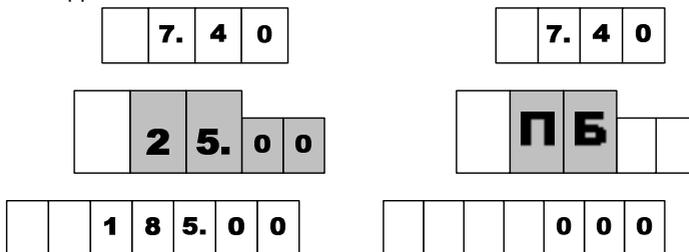

Рисунок 1
9.3 При начале новой заправки, когда колонка готова к отпуску топлива, на указателе разового учета появляется мигающая *заданная* доза, а в случае отпуски до полного бака – символы **"ПБ"** (рис. 1). Это дает клиенту удобный способ определить, когда можно начать заправку, а также убедиться, что задано именно то количество топлива, которое он заказывал. При продолжении заправки всегда отображается *отпущенная* доза.